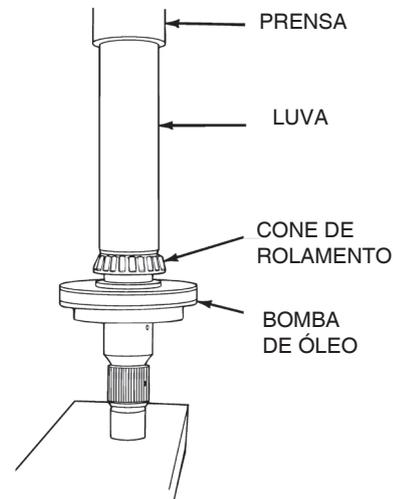

Figura 5.71
- C. Use uma prensa e uma luva para instalar o cone do rolamento no eixo de entrada. O cone está corretamente instalado quando a face do cone tocar o encosto no eixo. Figura 5.71.